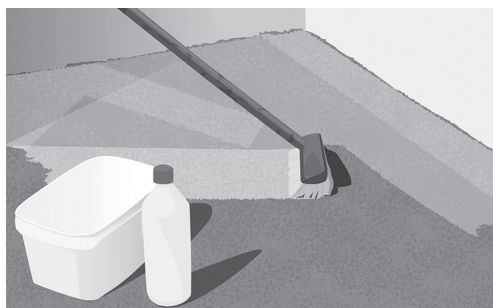

Fig. 4. Rengör och grunda golvet
7. Grunda golvet med lämplig primer (Fig. 4).